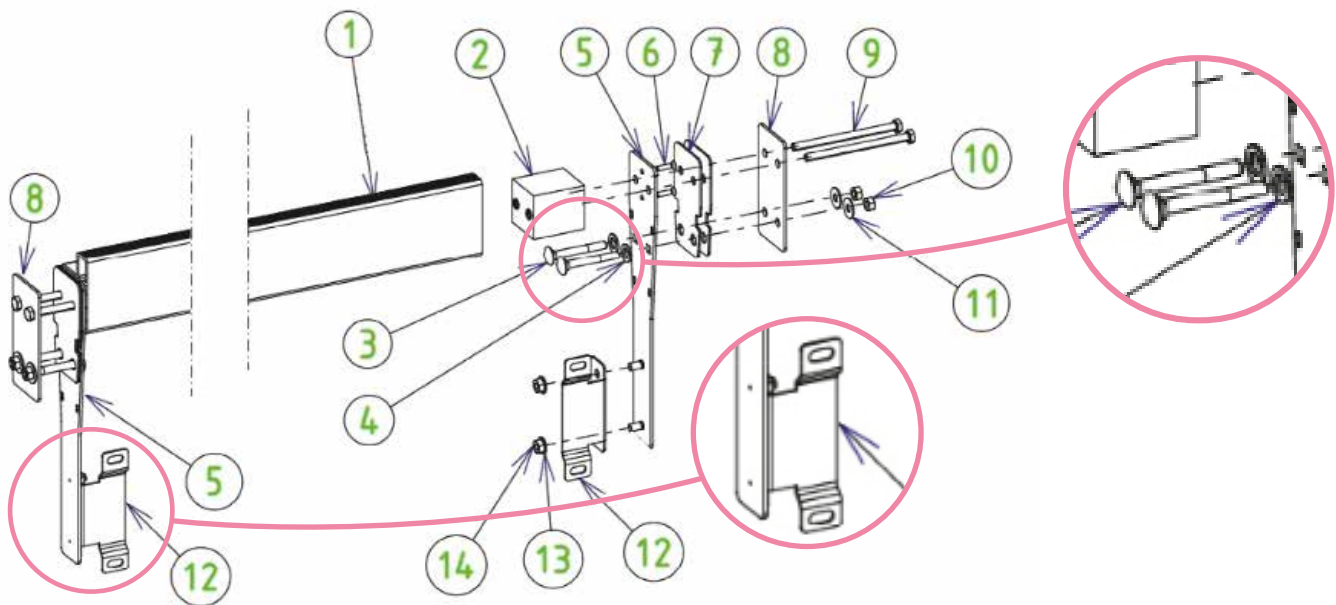

Abbildung 42 – Montage und Installation des Trägers
Die einzelnen Schritte für die Montage des Trägers/ Balkens sind in **Abbildung 42** gezeigt. Die zur Montage erforderlichen Schrauben finden Sie in Beutel Y. In der Abbildung befindet sich die Holzwand zwischen den Teilen 7 und 8, die Folie ist zwischen den beiden Gummi-Dichtungsplatten (7) eingezwängt.
- Kleben Sie die beiden verbleibenden Gummidichtungen an die Trägerplatten (5) und zwar gegenüber der Gewindestangen (die anderen beiden Dichtungen wurden am Holz angebracht, bevor die Folie eingepasst wurde). Achten Sie darauf, dass die Löcher in der Dichtungsscheibe (7) mit den Löchern der Trägerplatten (5) übereinstimmen.
- Von der Innenseite des Pools her führen Sie vier Flachrundschrauben, 8 x 70 aus Edelstahl A4 (3) mit 8 mm Gummidichtungen ein und dann, von der Außenseite des Pools her, montieren Sie Unterlegscheiben (11) und 8 mm Edelstahl-Muttern A4 (10).
- Die Löcher, die gemäß Abschnitt 9.2 oben in die Poolwand gebohrt wurden, müssen den verbleibenden 8-mm-Löchern in der Trägerplatte (5) und den Seitenplatten (8) entsprechen.
- Befestigen Sie die beiden Winkel (12) mit Hilfe von 4 Muttern (14) und vier 8 mm Edelstahl-Unterlegscheiben A4 (13) an den Trägerplatten (5). Die herausstehenden Teile der Winkel (12), die eine Einkerbung haben, müssen an der dem Skimmer und der Achse gegenüberliegenden Seite sein (siehe vergrößerte Ansicht der Winkel (12) in **Abbildung 42**).
- Schieben Sie die Polyamid-Blöcke (2) mit einem Hammer in beide Seiten des Trägers/ Balkens (1); achten Sie dabei darauf, dass die Messingeinsätze der Polyamid-Blöcke in Richtung Innenseite des Balkens ausgerichtet sind.
- Montieren Sie den Träger/ Balken auf dem Pool und zwar den Trägerplatten (5) zugewandt ; achten Sie dabei darauf, dass die Löcher in den Platten (5) und Seitenplatten (8) aufeinander abgestimmt sind. Von der Außenseite des Pools her befestigen Sie den Träger mit Hilfe von vier Edelstahl-Schrauben A2, 8 x 120, an der Außenseite des Pools.
Befestigen Sie schließlich die Trennwand auf den Winkeln (Teil 12 in *Abbildung 42*) mit vier Senkkopfschrauben (7) 8 × 16, vier Unterlegscheiben und vier Muttern von 8 mm Durchmesser aus A4 Edelstahl.